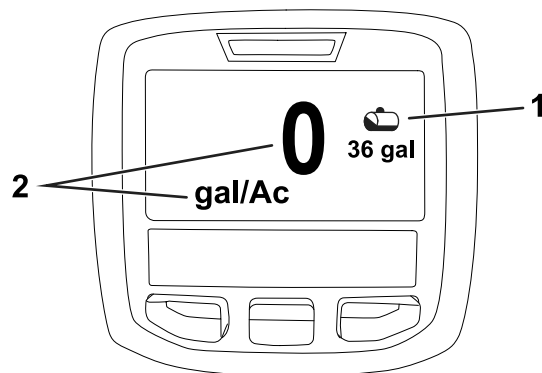

Figure 20
2. Appuyez sur le bouton de sélection droit pour naviguer jusqu'à l'écran du volume de la cuve de pulvérisation (Figure 20).